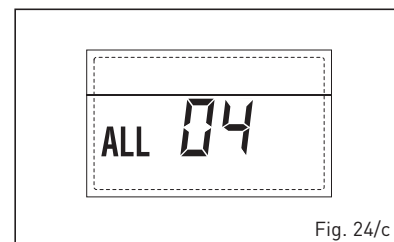

Fig. 24/c
- **ANOMALIA SONDA RISCALDAMENTO "ALL 05" (fig. 24/d)**